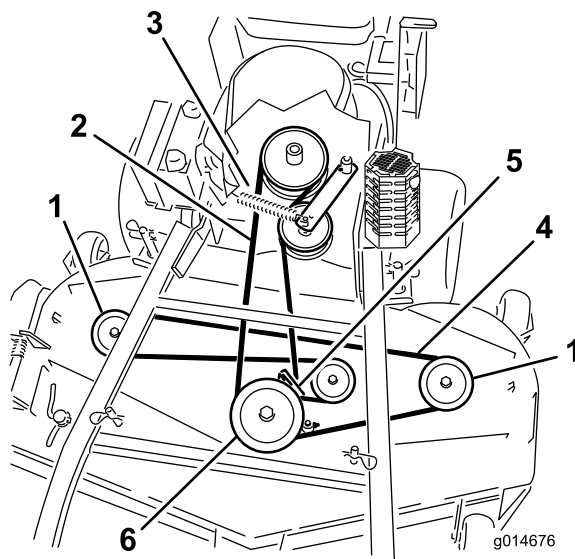
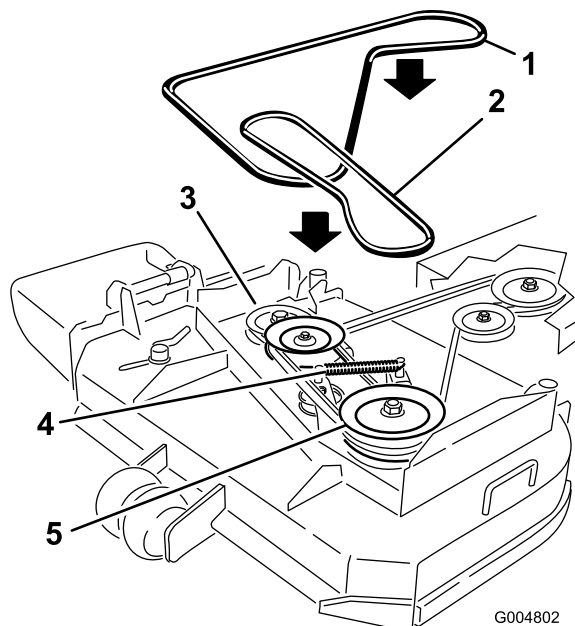

Figure 48
Figure 49
6. Décrochez le ressort du bras de la poulie de tension pour réduire la tension sur le bras et la poulie de tension, puis enlevez la courroie usagée (Figure 48 ou Figure 49).
7. Placez une courroie neuve autour des deux poulies d'axe extérieures, de la poulie de tension et dans la gorge inférieure de la poulie d'axe double (Figure 48 ou Figure 49).
8. Raccrochez le ressort du bras de tension (Figure 48 ou Figure 49).
10. Réglez l'écartement entre le guide et la courroie à 3 mm (1/8 po) (Figure 48 ou Figure 49).